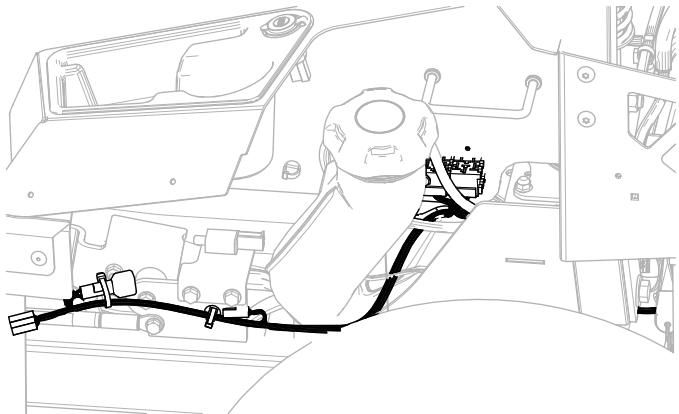

Figure 14
2. Faites passer le faisceau (Figure 14) le long du côté gauche du cadre et à travers le clip enfichable que vous avez installé à l'opération 1.